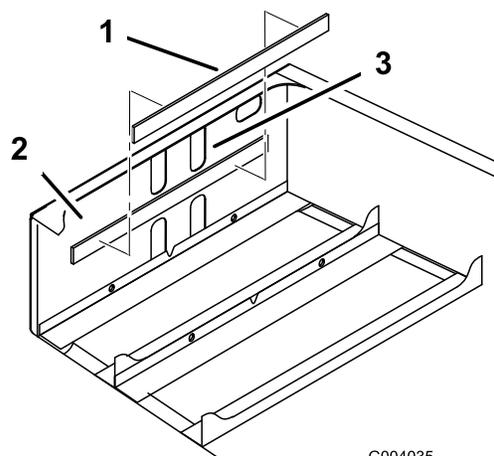

**Figura 4**
2. Instale las almohadillas de la bandeja de las baterías en el conjunto de bastidor trasero (Figura 4).